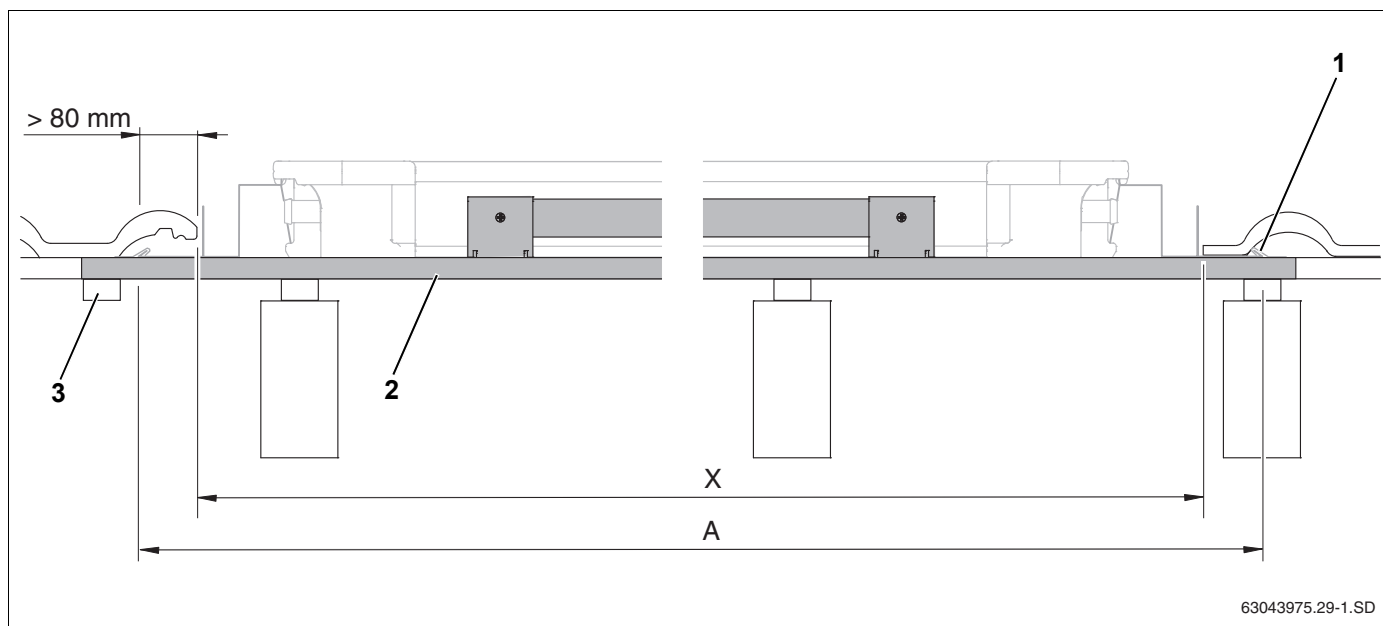

Рис. 9 Длина дополнительной обрешетки (здесь: первая рейка обрешетки внизу с креплением от сползания)
Минимальная длина дополнительной обрешетки (рис. 9, **поз. 2**) соответствует ширине поля коллекторов (таб. 5, стр. 14, размер А) плюс примерно 10 см для боковых прижимов (рис. 9, **поз. 1**).
- ▶ Закрепите стыки обрешетки на стропилах или прочно соедините с имеющейся обрешеткой крыши (рис. 9, **поз. 3** и рис. 13, **поз. 2**).